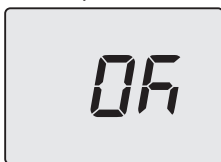

Figura 9.6
- Premendo il tasto 13 (Figura 9.1) si ottiene la conferma del valore inserito. Il display visualizzerà per 5 sec. quanto segue (Figura 9.6) poi, si porterà al livello superiore.